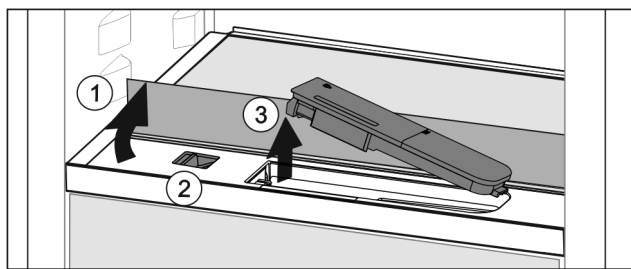

Fig. 127
- ▶ Sollevare il ripiano di vetro e ribaltarlo all'indietro fino all'arresto Fig. 127 (1).
- ▶ Spostare il cursore Fig. 127 (2) a sinistra.
- ▶ Rimuovere il serbatoio dell'acqua Fig. 127 (3).